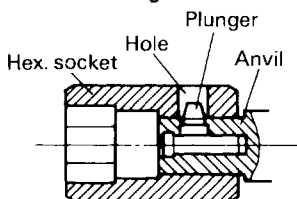

Fig. 2
(2) Plunger type (WH14, WH16) (Fig. 2)